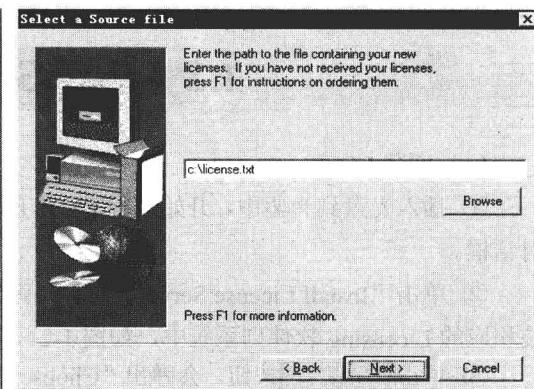

图 1-6 “Select a Source file” 对话框
⑥ 单击 图标，选择典型安装方式，会弹出“Select a Source file”对话框，指定 License 文件的路径，如图 1-6 所示。